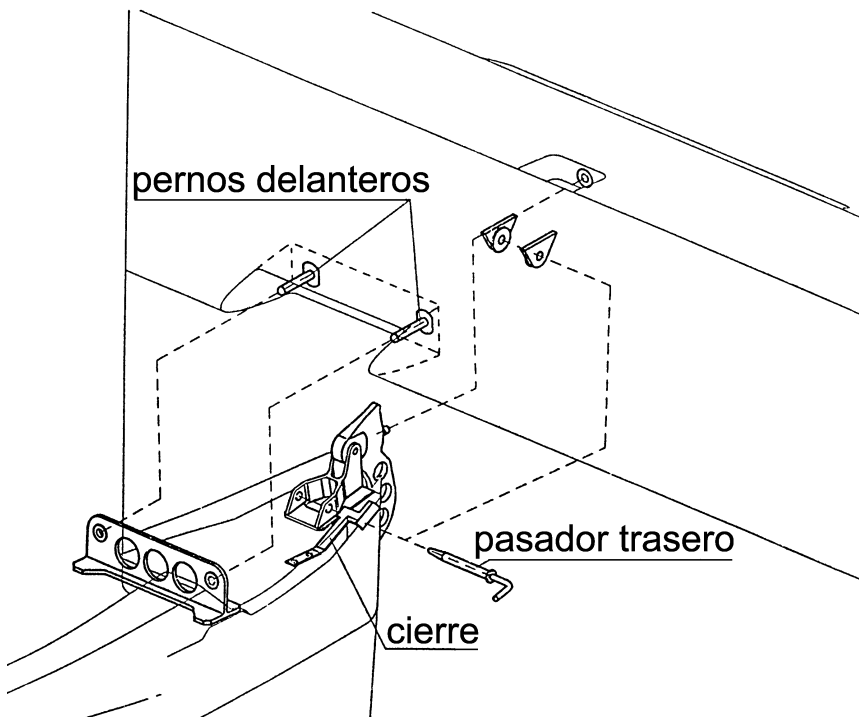

Fig. 4-3. Montaje de la cola
- 7) montaje de la cola: mover el timón hasta que haga tope, encajar la cola en el fuselaje (los pernos del estabilizador deben encajar en los amarres del fuselaje), introducir el pasador trasero (colocando el cierre en su posición inferior) hasta asegurarlo con el cierre; el mando del timón de profundidad se conecta automáticamente (ver Fig. 4-3),